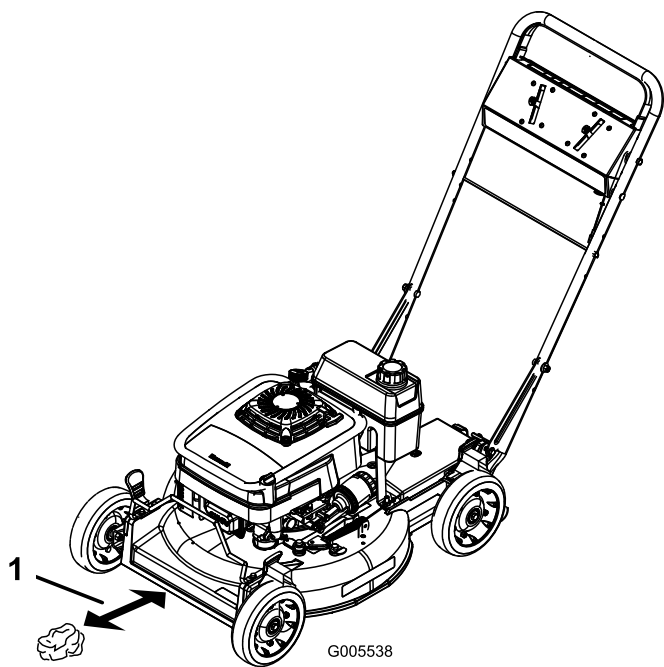
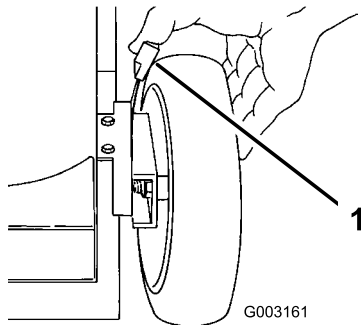

Figura 14
Figura 19
3. Ajuste las cuatro ruedas a la altura de corte de 64 mm (Figura 19).
4. Mueva el control de velocidad sobre el terreno a la posición de Punto muerto (N).
5. Tome media página de periódico y haga una bola con ella que sea lo suficientemente pequeña como para pasar por debajo de la plataforma (unas 75 mm de diámetro), según muestra Figura 14.
6. Coloque la bola de papel de periódico a unas 13 cm por delante del cortacésped (Figura 14).
- A. Coloque la bola de papel de periódico a unas 13 cm por delante del cortacésped (Figura 14).
1. Tire de la palanca de ajuste de la altura de la rueda hacia la rueda (Figura 19) y muévala a la posición deseada.